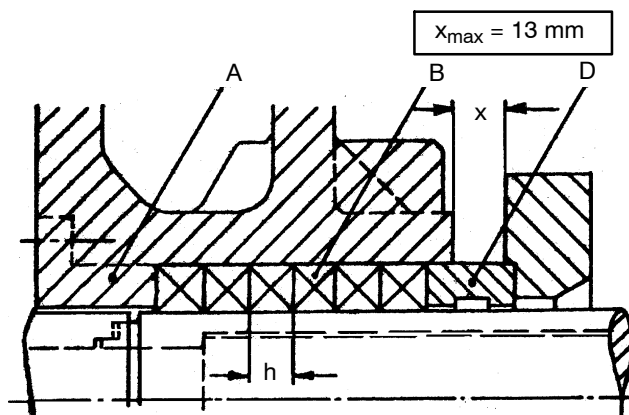

Fig. 1 Esecuzione non raffreddata
4. Gli anelli di guarnizione, nel numero prescritto (vedi fig. 1 - 4) devono venir compressi a mano l'uno contro l'altro. Per motivi di sicurezza non si deve superare la quota x_{max} indicata nelle fig. 1 - 4.
Non si deve superare la quota x_{max} (distanza tra premitreccia e coperchio del corpo come da fig. 1 - 4).